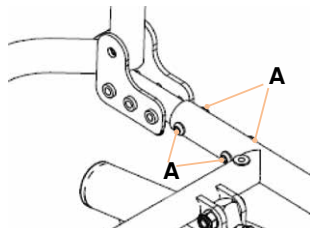

Abb. 1
Die komplette Rückeneinheit kann in der Tiefe der Sitzschale / Sitzeinheit angepasst werden. Entfernen Sie hierzu jeweils die 4 Schrauben (A) rechts und links am Oberrahmen und schieben die Rückeneinheit heraus oder hinein. Dann montieren Sie wieder die Schrauben (A) und ziehen diese wieder fest an. Achten Sie immer darauf, dass die Sitzschale / Sitzeinheit mittig auf dem Untergestell positioniert wird (Abb. 1). Nur so kann das Untergestell optimal genutzt werden. Liegt der Schwerpunkt der Sitzschale / Sitzeinheit auf den Vorderrädern (Abb. 2), so wird die Wendigkeit des Untergestelles beeinträchtigt.